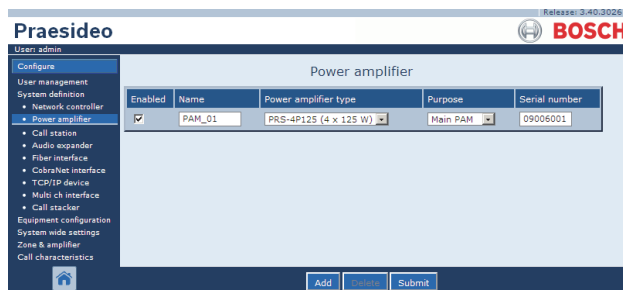

figure 43.7 : Ajout d'un amplificateur de puissance, étape 4
- 3 Saisissez les données relatives à l'amplificateur de puissance (voir figure 43.7 pour un exemple).
- Pour ajouter l'amplificateur de puissance à la liste des amplificateurs du système, cliquez sur le bouton **OK**. Un écran semblable à celui de la figure 43.7 s'affiche dans le cadre principal de l'interface Web.